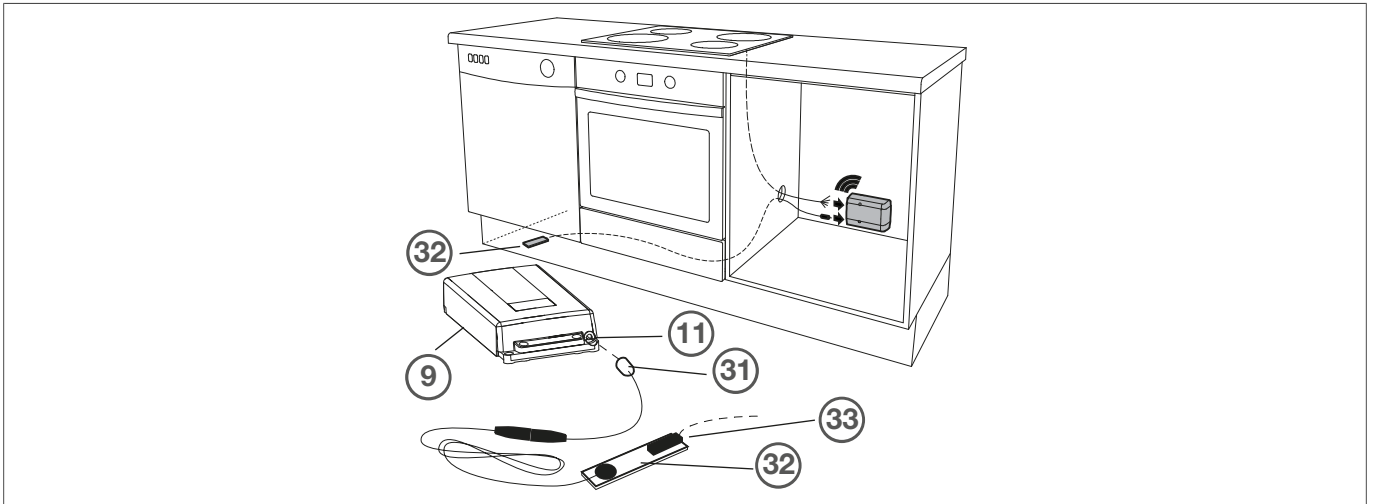

Bild 9: Montage Wasser Leckage Sensor
- ① Stecker des Leakage Sensors (31) in die Buchse an der Spannungsunterbrechung (11) stecken.
- ② Wasser Leakage Sensor (32) z. B. unter die Spülmaschine legen (Bild 9).
- ③ Optional: Weiteren Wasser Leakage Sensor an die Buchse (33) des vorderen Sensors (31) stecken.